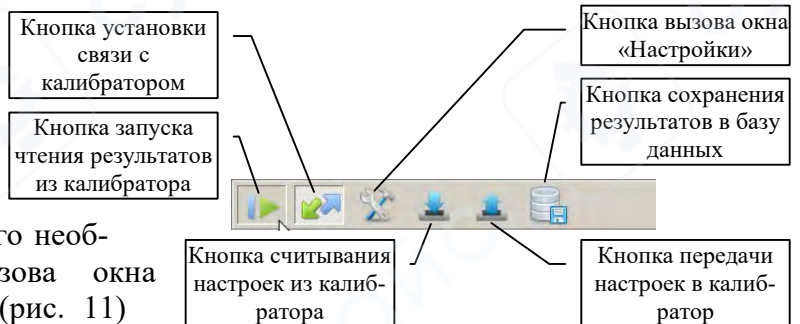

Рис. 10
4.4.3 Для дальнейшей работы программы с калибратором между ними необходимо установить связь при помощи «Кнопок управления калибратором». Рис. 10.